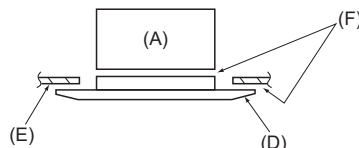

Fig. 10-7
- * Kontrollera att det inte finns något mellanrum mellan huvudenheten och panelen eller mellan panelen och taket. (Fig. 10-7)
- (A) Huvudenhet
- (B) Elkompontlåda
- (C) Skruv med bricka (Tillbehör)
- (D) Galler
- (E) Tak
- (F) Kontrollera att det inte finns något mellanrum.
- (G) Tillfälliga upphängningskrokar i panelen